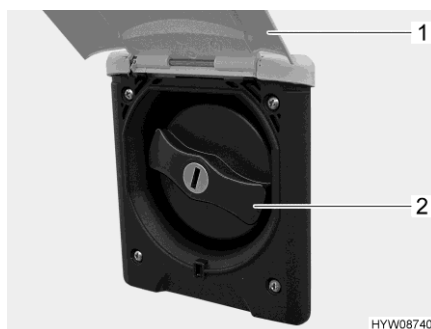

Fig. 127 Couvercle de fermeture
- Basculer le portillon extérieur (Fig. 127,1) vers le haut.
- Tourner le couvercle de fermeture de couleur bleue (Fig. 127,2) d'un quart de tour.